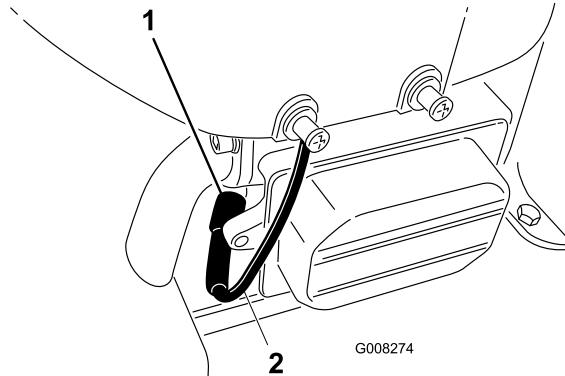

Bild 26
- Klemmen Sie das Zündkabel von der Zündkerze ab (Bild 26).
- Entfernen Sie die Zündkerze und die Metallscheibe (Bild 26).
3. Schließen Sie den Zündkerzenstecker an die Zündkerze an (Bild 26).